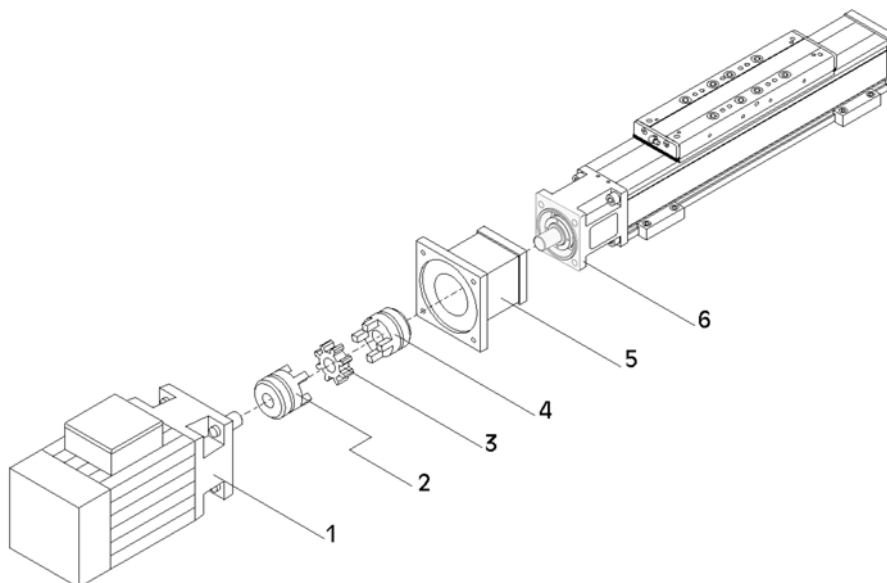

Fig. 13: Azionamento elettrico
1. **Fig. 13:** Posizionare il motore (1) nella posizione di montaggio vicino al modulo lineare.
3. Montare la metà del giunto (4) sull'albero motore del modulo lineare.
4. Fissare la flangia attacco motore (5) con le viti sulla sede del cuscinetto fisso (6).
5. Spingere la corona dentata (3) sulla metà del giunto del modulo lineare.
6. Montare la seconda metà del giunto (2) sull'alberino di azionamento del motore.
7. Fissare il motore con la metà del giunto mediante le quattro viti alla flangia attacco motore (5). Durante questa operazione accertarsi che l'albero motore non sia sottoposto a pressioni assiali. Eventualmente correggere la distanza tra le metà del giunto.